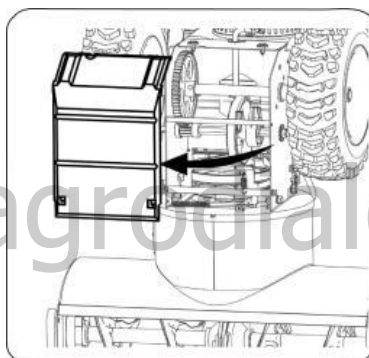

Рисунок 28
2. Аккуратно наклоните снегоуборщик вверх и вперёд, чтобы он лег на корпус шнека. Снимите крышку рамы из-под снегоуборщика, открутив четыре самореза крепления крышки (см. рис.28).